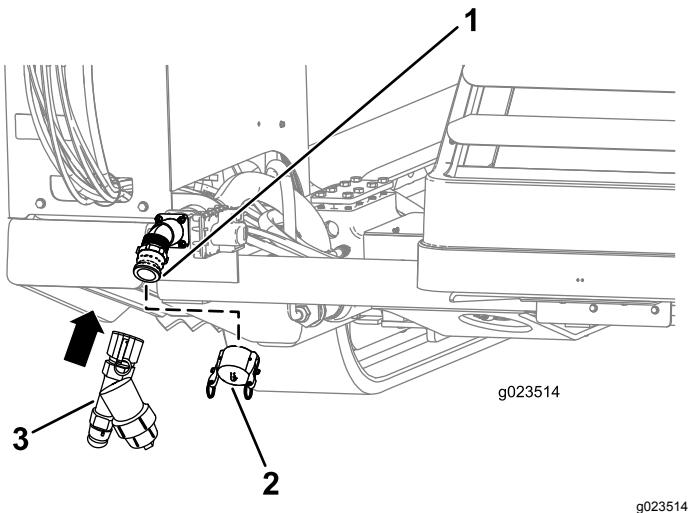

Figura 49
- Retire el tapón de la entrada de la bomba (Figura 49).
2. Alinee el filtro en Y con la rosca de la bomba (Figura 49).